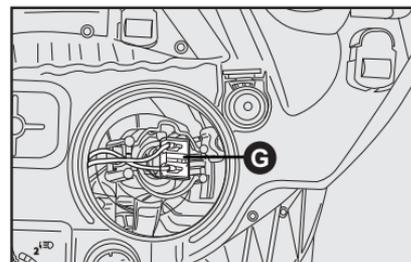

fig. 18
- Quitar el conector **G-fig. 18** tirando del mismo para soltar del resorte de fijación;
- Presionar el portalámpara **G-fig. 18** hacia dentro para bloquearlo en los resortes de fijación;